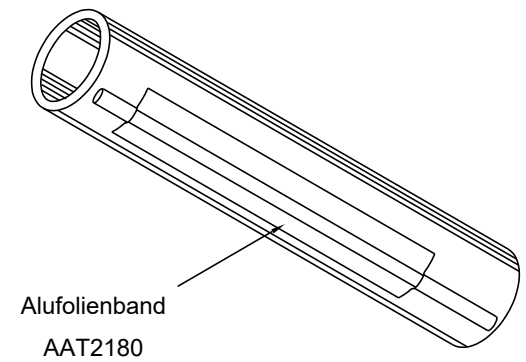

Abbildung 5
2. Alufolienband sollte nur bei bestimmungsgemäßer Verwendung verwendet werden. Die Folie wird am häufigsten auf Kunststoffrohr verwendet, um den isolierenden Effekt des Kunststoffes auszugleichen. Siehe Abb. 5 oben